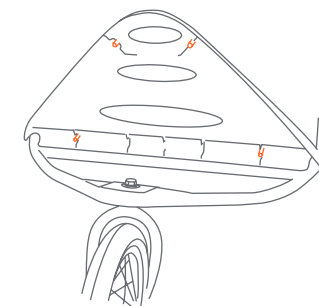

Fig. 5a
5) • Examiner le bas du pare-chocs. Vous remarquerez cinq tubes de plastique de 1/4 de pouce de diamètre qui saillent de la base (Fig. 5a).